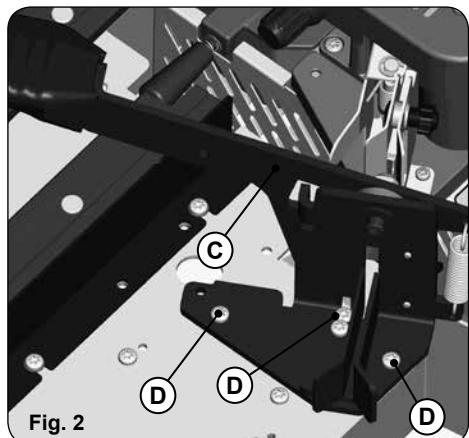
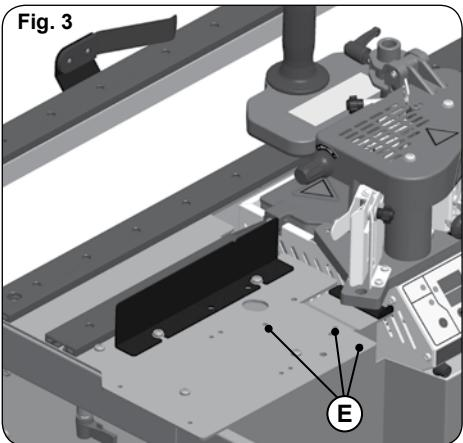

Fig. 2
Fig. 3
- 2- Fijar el cortador C (Fig. 2) sobre la mesa de la MEB250 utilizando los tornillos previstos D (Fig. 2) en los taladros previstos E (Fig. 3).
2. Fasten the cutter C (Fig. 2) on the table MEB250, using the screws provided D (Fig. 2) holes provided in the E (Fig. 3).
2. Fixer l'appareil à couper les chants C (Fig. 2) sur la table MEB250 en utilisant les vis prévues à cet effet D (Fig. 2) trous prévus dans le E (Fig. 3).
2. Befestigen Sie die Schneidmaschine C (Abb. 2) mit den dafür vorgesehenen Schrauben D (Abb. 2) auf dem Tisch MEB250 Löcher in der zur Verfügung gestellt E (Abb. 3).
2. Fissare l'utensile per il taglio C (Fig. 2) dei bordi al tavolo MEB250, utilizzando le viti previste D (Fig. 2) fori sul E (Fig. 3).
- Fixar o cortador C (Fig. 2) sobre a mesa MEB250 utilizando os parafusos previstos para tal D (Fig. 2) orifícios previstos no E (Fig. 3)